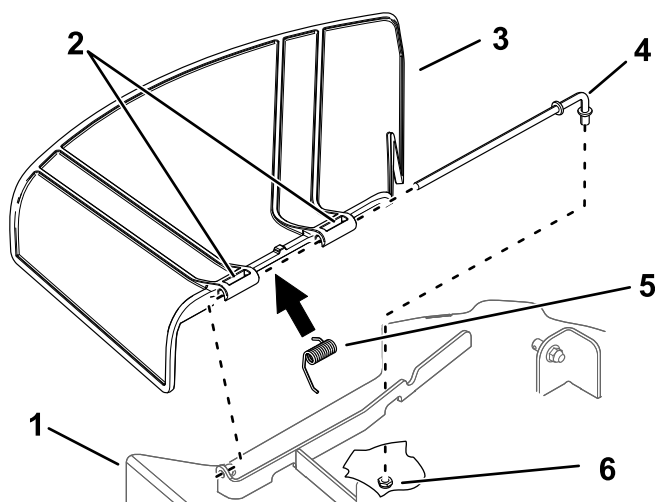

Figura 75
1. Îndepărtați piulița ( $\frac{3}{8}$ " ) de la tija de sub mâna de tuns iarba (Figura 75).
2. Glisai tija în afara distanțierului scurt, arcului și a deflectorului pentru iarba (Figura 75).
4. Înlocuiți deflectorul pentru iarba (Figura 75).
7. Glisai tija prin cel de-al doilea suport al deflectorului pentru iarba (Figura 75).
9. Fixați capătul din spate al tijeii la mâna de tuns iarba cu o piuliță ( $\frac{3}{8}$ " ) așa cum se arată în Figura 75.